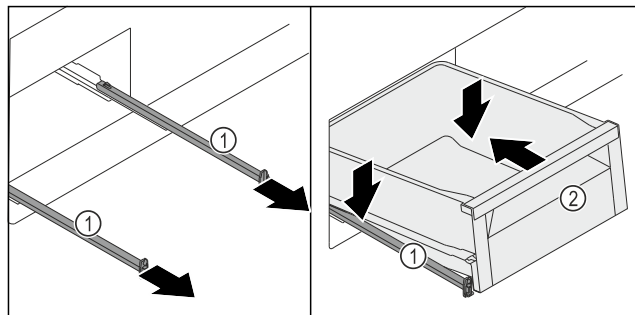

Fig. 124
- ▶ Извлеките направляющие Fig. 124 (1).
- ▶ Удерживая направляющие Fig. 124 (1), установите выдвижной ящик Fig. 124 (2) с небольшим наклоном сверху на направляющие Fig. 124 (1).
- ▶ Установите выдвижной ящик Fig. 124 (2) на направляющие Fig. 124 (1) и задвиньте до конца назад.